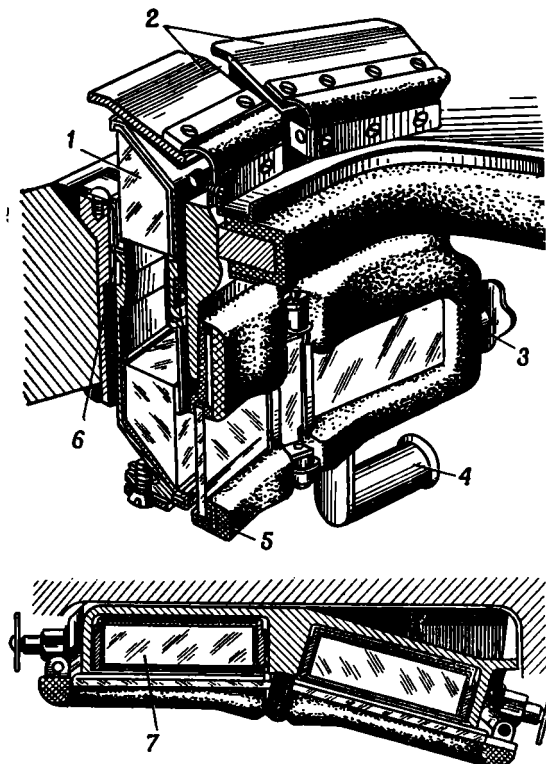

Рис. 5. Установка прибора наблюдения механика-водителя 54-36-5сб БМ:
1. Отстопорить призму 1 (рис. 5), оттянув стопор 3.
1. Вставить призму 1 (рис. 5) в шахту танка.